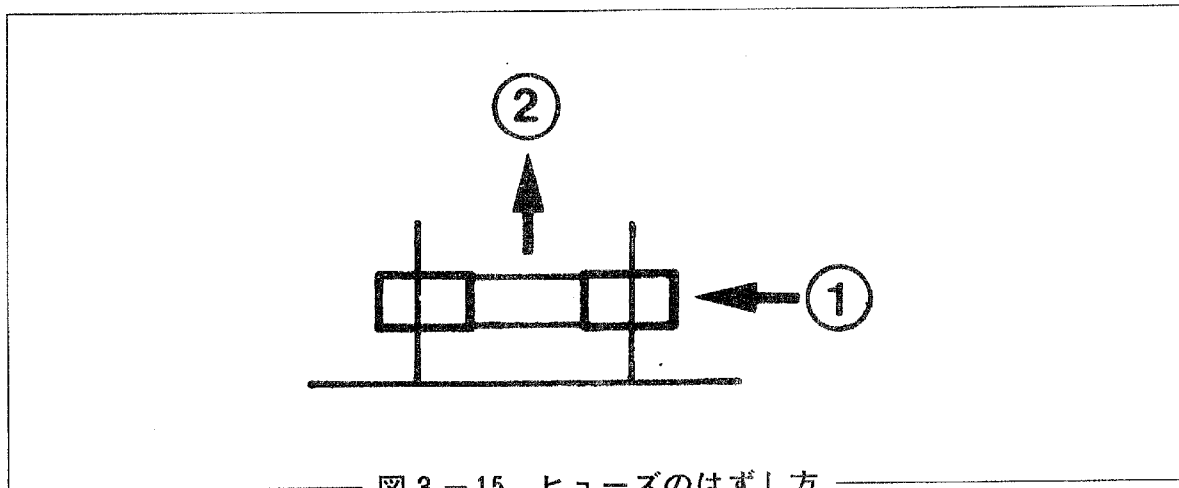

図 3-15 ヒューズのはずし方
電源ヒューズをはずすときは、ヒューズを〔図3-15〕に示す矢印①の方向に押します。